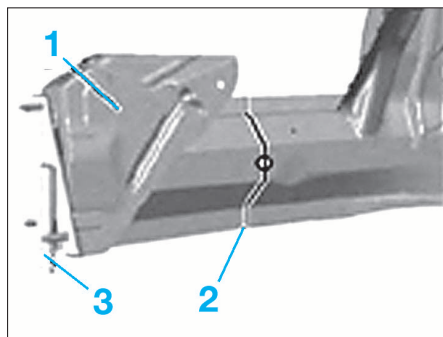

FIG. 1
- 3. Ferrure gabarit pour mise en place de l'embout de longeron neuf (Fig.1).
- Tracer la ligne de coupe (2) (Fig.1).